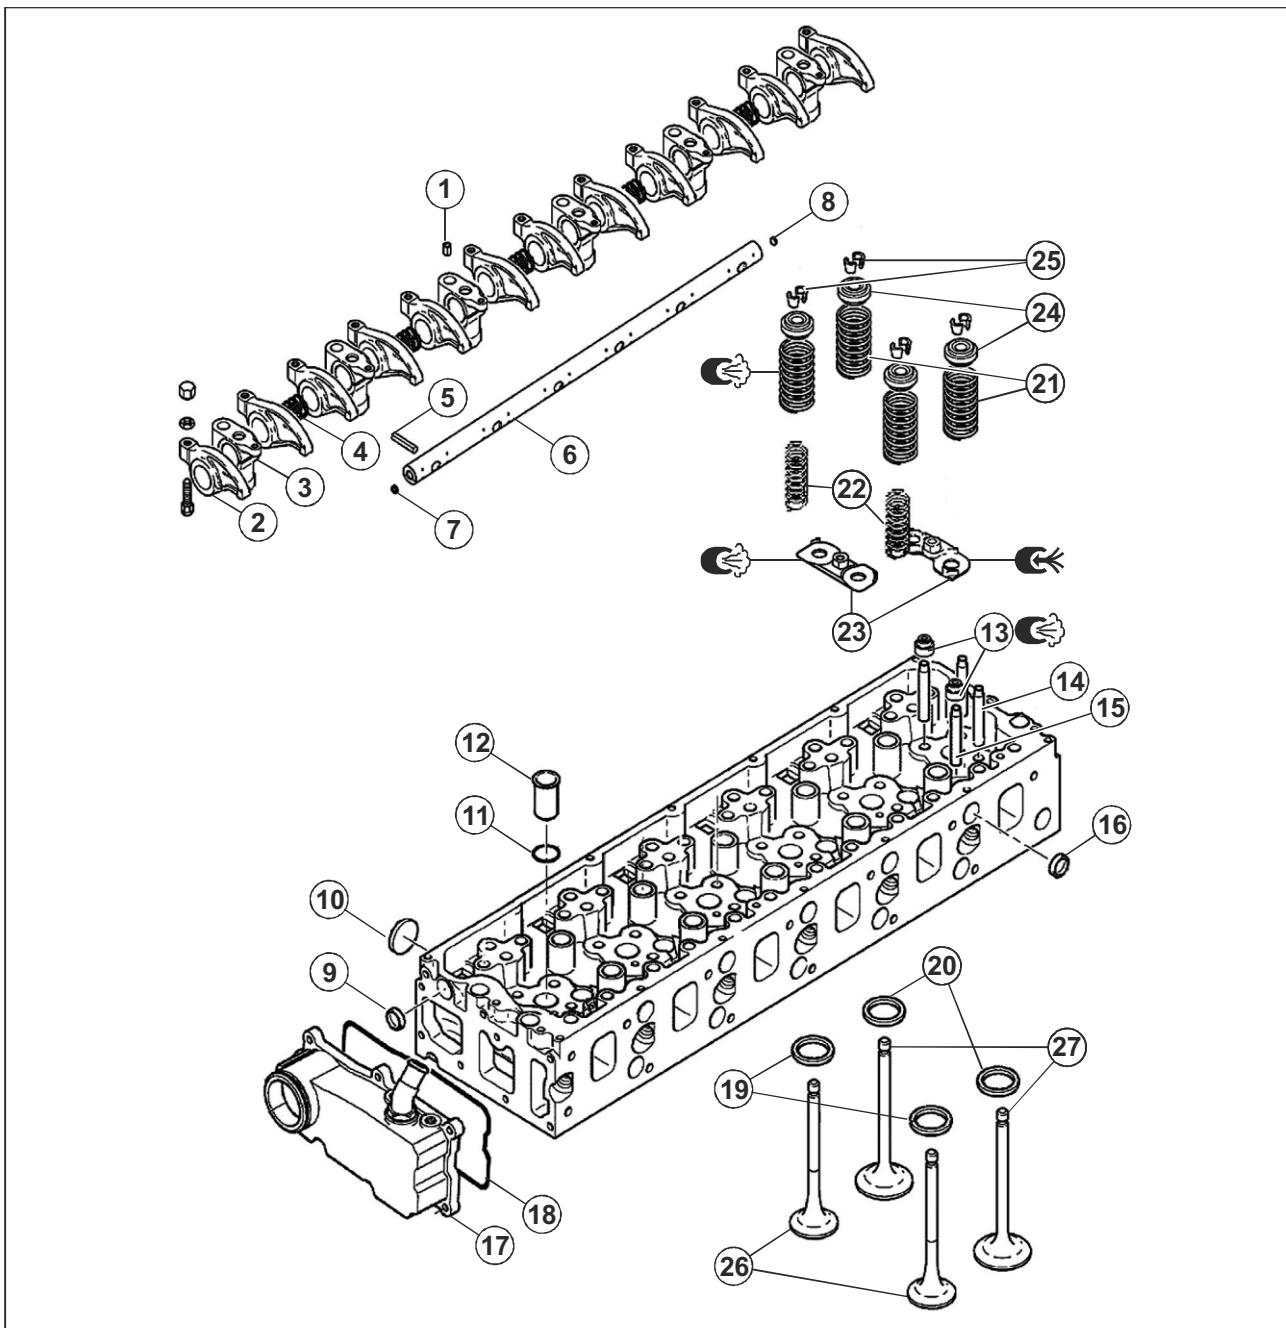
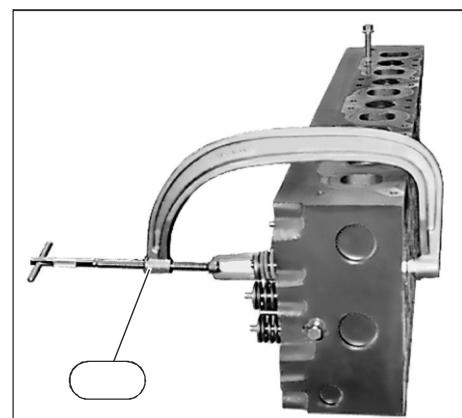
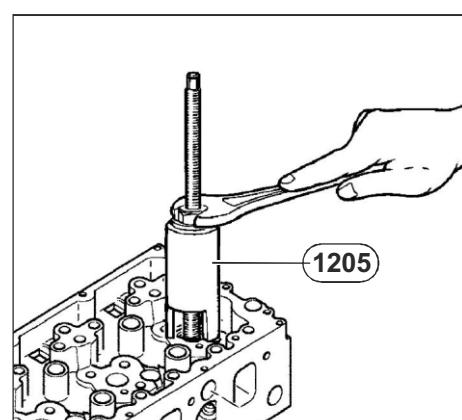

Рис. 58. Развернутая схема головки цилиндров.
Рис. 61. Снятие клапанов.
Рис. 62. Снятие стакана форсунки.
(см. Рис. 58)
8. Снять коробку слива ОЖ с головки (17) (см. Рис. 58).
9. Снять прокладку (18) коробки слива охлаждающей жидкости.
10. Сжать пружины, используя приспособление 983 (см. Рис. 61).
11. Вынуть сухари (25).
12. Снять тарелки (24) и пружины (21, 22).
13. Извлечь опорные шайбы пружин (23).
15. Снять манжеты клапанов (13).
19. Извлечь стаканы форсунок (12), используя приспособление 1205 (см. Рис. 62).
20. Извлечь кольцевое уплотнение (11) стакана.
**4.9.1.1. Разборка коромысел с осью и стойками. (см. Рис. 58)**
**4.9.1.2. Сборка коромысел с осью и стойками. (см. Рис. 58)**
1. Установить заглушки (9, 16) (см. Рис. 58), используя приспособления 3016 + 2363 25 мм.
2. Установить заглушку (10) (см. Рис. 58), используя приспособление 3016 + 2363 42 мм.
1. Установить уплотнительное кольцо (11) в канавку головки (см. Рис. 58).
3. Установить на место стакан форсунки (12) (см. Рис. 58).
1. Установить манжеты (13) на направляющие втулки выпускных клапанов.
3. Установить шайбы пружин опорные (23).
4. Установить пружины (21, 22) с тарелками (24).
5. Установить сухари (25), используя приспособление 9838 (см. Рис. 61).